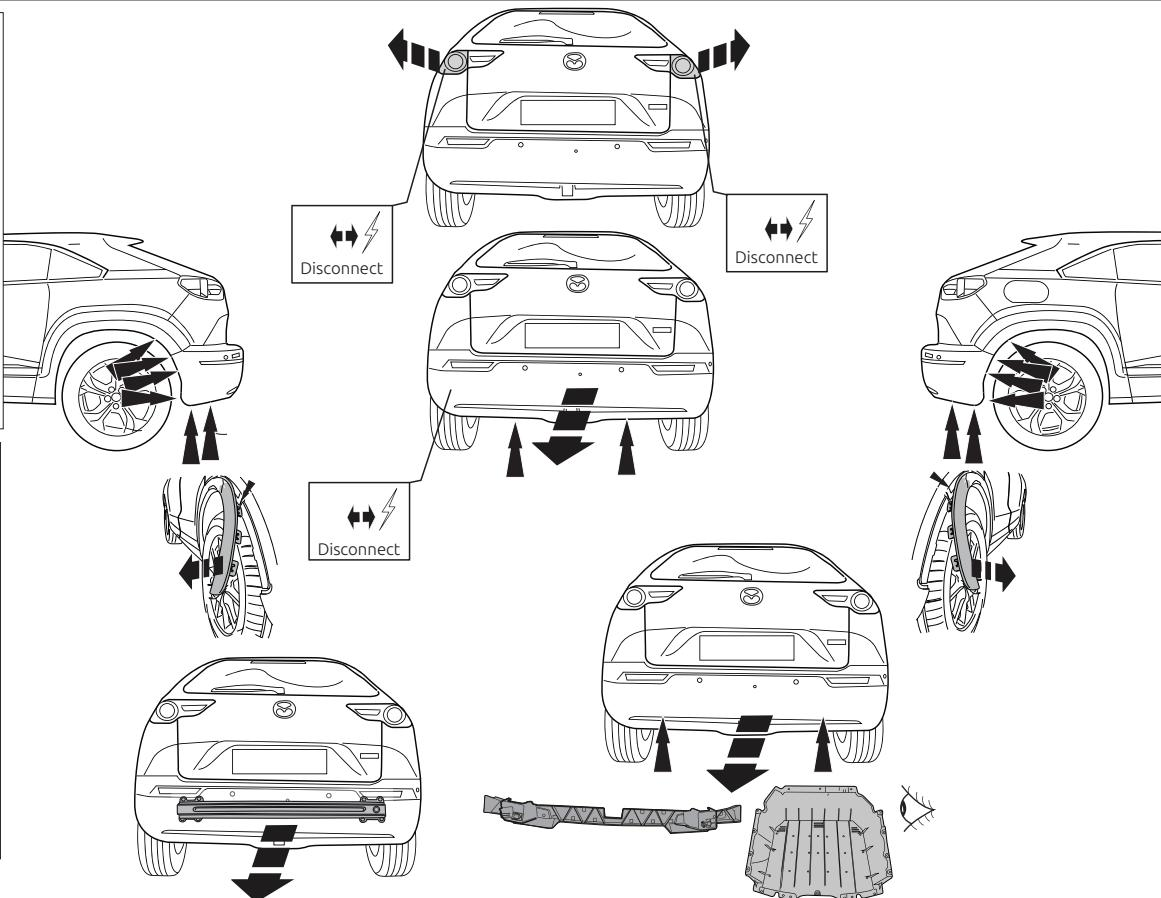

Fig. 1
1. Снять оба блока задних фар. Снять бампер вместе со буферным бруском автомобиля. Буферный брус больше не понадобится. Снять указанные пластмассовые детали. См. рисунок 1.